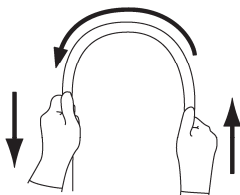

図 1
- ・挿入部：挿入部を両手で持ち、全長にわたって図 1 に示すように順次半円の頂点をずらすように曲げたときに、軟らかさが不連続など、適切な軟らかさを有していない現象。